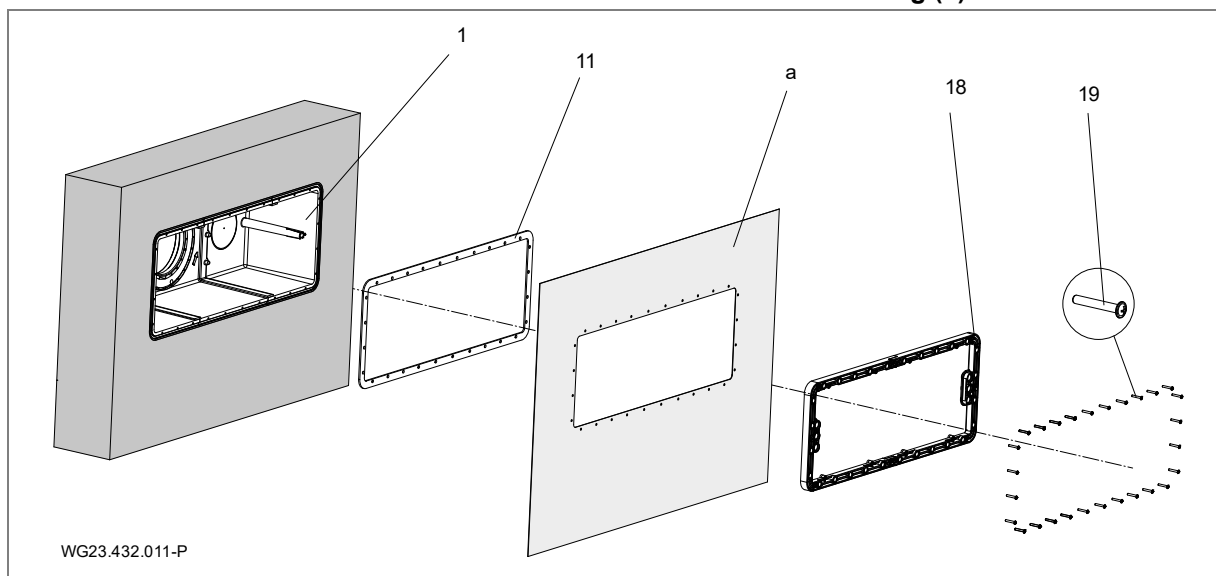

Abb. 7
Für die Abdichtung zur Betonwand wird empfohlen, einen umlaufenden Ring aus Epoxidharz/Quarzsand an der beckenseitigen Außenwand des Gehäuses (1) zu erstellen. Siehe "Abb. 7" auf Seite 14